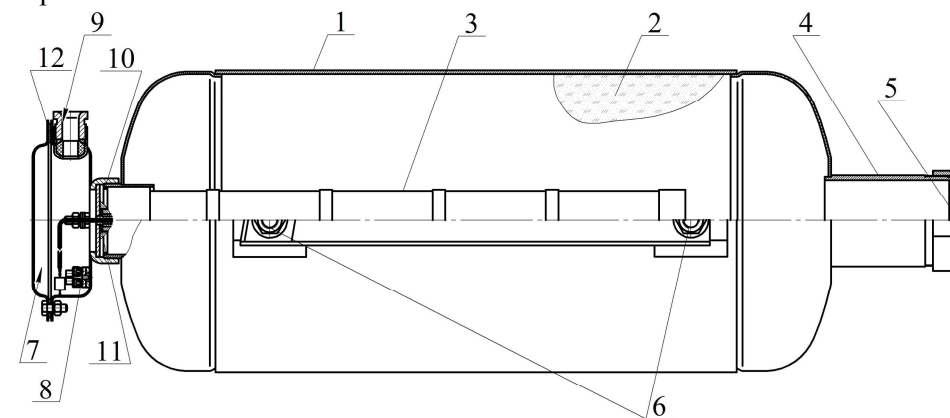

Рисунок 1
МПП (см. рисунок 1) состоит из корпуса **1**, в котором размещаются огнетушительный порошок (ОП) **2** и источник холодного газа (ИХГ) **3**. В передней части корпуса находится насадка-распылитель **4**, выходное отверстие кото-
3.3.2 В комплект поставки для перезарядки МПП входят (см. рисунок 1):